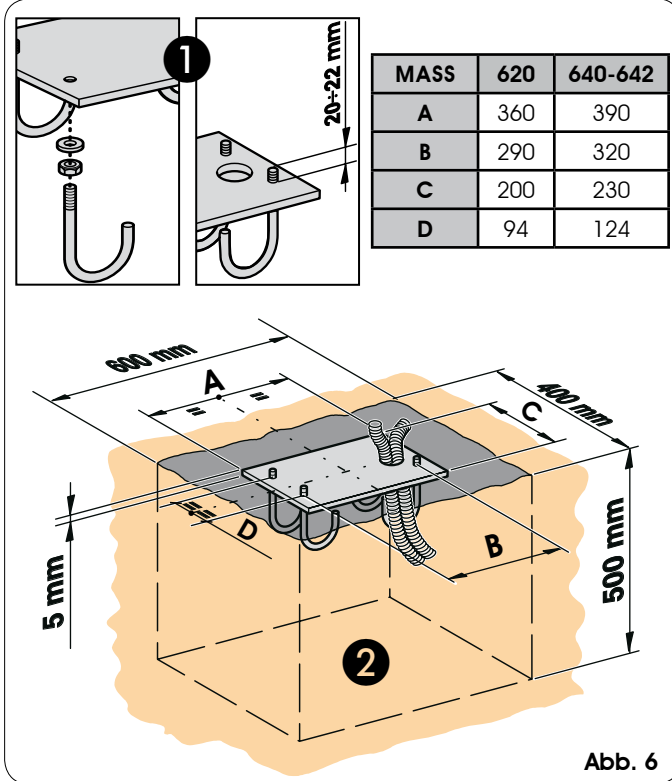

Abb. 6
- 1) Die Fundamentplatte zusammenbauen (siehe Abb. 6 Bez. ①).
- 2) Einen Fundamentsockel laut Abb. 6 Bezug ② (Bezug auf lehmigen Boden) herstellen.
- 3) Die Fundamentplatte laut Abb. 6 Bez. ② einmauern und dabei eine oder mehrere Kabelführungen für den Durchgang der elektrischen Kabel vorsehen. Mit einer Wasserwaage sicherstellen, dass die Platte perfekt eben ist. Warten, bis der Beton abgebunden ist.